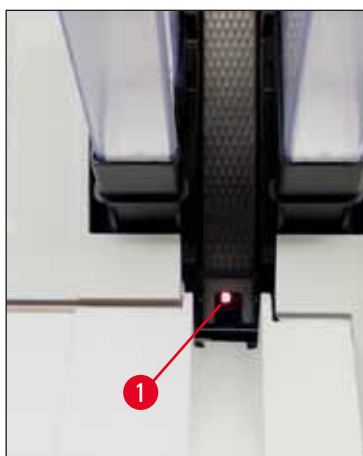

Рис. 48
- Станция загрузки (→ "Рис. 48")